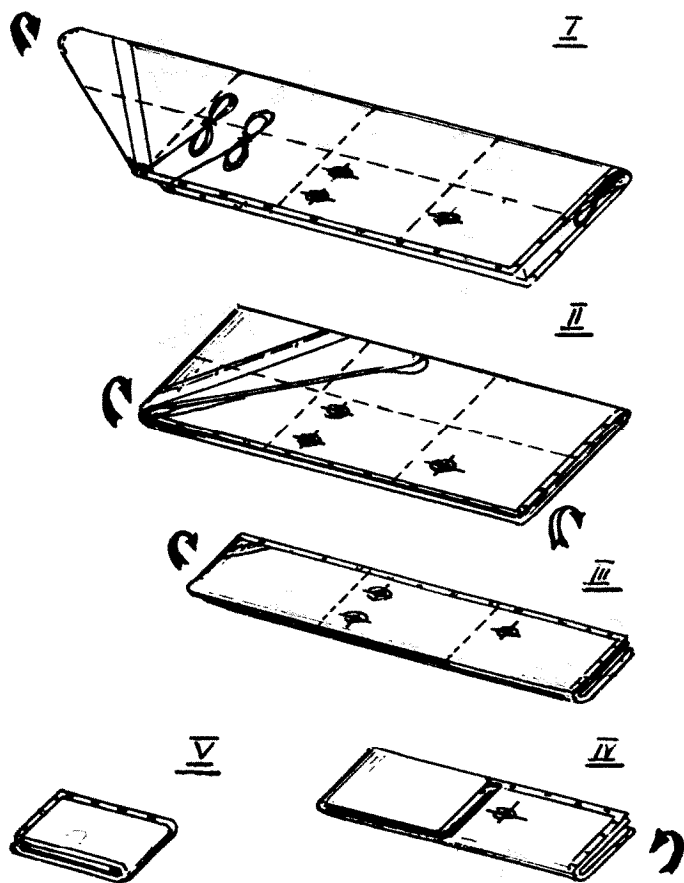

Рис. 9. Схема укладки копита
- кокпит снимается с моста, расстилается на земле. Фалы крепления сматываются в бухты, обвес аккуратно расправляется, днище складывается вдоль на три части и скатывается в рулон (рис. 9).